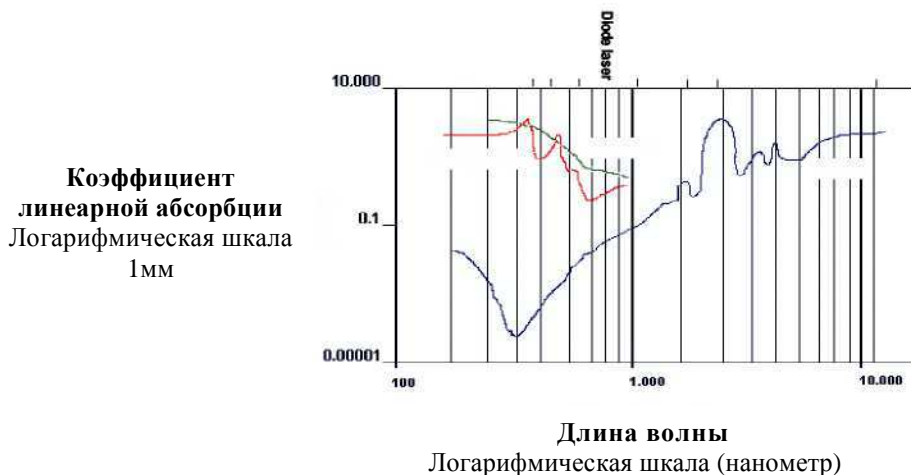

Рисунок 8.1 Вода и ткани поглощают свет
Взаимодействие между электромагнитной волной и биологическим проводником зависит от длины волны непосредственного излучения, а также оптических свойств ткани. Несмотря на структурную сложность и морфологические различия, при первом же приближении органические ткани выглядят как гомогенные и изотропные проводники, в которые проникает световое излучение, в соответствии с очень важными оптическими переменными, такими как: поглощение или абсорбция, трансмиссия, рассеивание, и т.д. Рассматривая затем лазерный луч, направленный перпендикулярно к поверхности ткани, мы видим, что отражается лишь малая часть излучения, точнее 5 %, из-за скачка показателя преломления между внешней окружающей средой и тканью. Оставшаяся часть передается ткани и будет подвержена процессу абсорбции и мульти рассеивания. Химические вещества, участвующие в поглощении или абсорбции света тканью, столь многочисленны, и их эффект очень заметно изменяется наравне с длиной волны излучения. Большая часть забирается водой (рис. 8.1), которая является главным абсорбером в спектре инфракрасного излучения (IR). Кроме того, в оптических полосах видимого и близкого IR, излучение рассеяно, так как клеточный диаметр равен длине волны.
Преобладающая абсорбция. Как можно наблюдать на диаграмме рис. 8.1, ультрафиолетовая длина волны, включая линии эмиссии эксимерного лазера (190-350 нм), главным образом поглощаются основными органическими разновидностями. Подобное отношение показывают длины волны IR, например, соответствующие лазерам Ho:YAG, Er:YAG и CO₂, (2--10μм), которые подвергаются массивной абсорбции, главным образом, за счет содержания воды в тканях. В этих случаях глубина проникновения радиации (формально определяемая как $L=1/\alpha$, где α - коэффициент поглощения или абсорбции в ткани), оказывается равной нескольким дюжинам микрометров, и явление рассеивания может игнорироваться в пределах распространения.